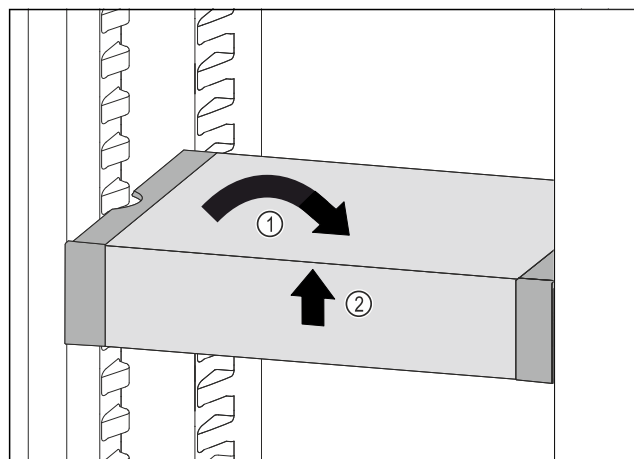

Fig. 105
- VarioSafe gerade stellen. Fig. 105 (1)
- VarioSafe vorne anheben. Fig. 105 (2)